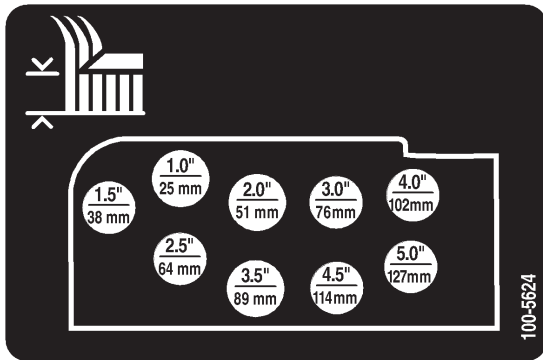

Figure 13
6. Montez les chaînes de hauteur de coupe dans le trou correspondant à la hauteur de coupe voulue (Fig. 13) à l'aide de l'axe de chape et de la goupille fendue.